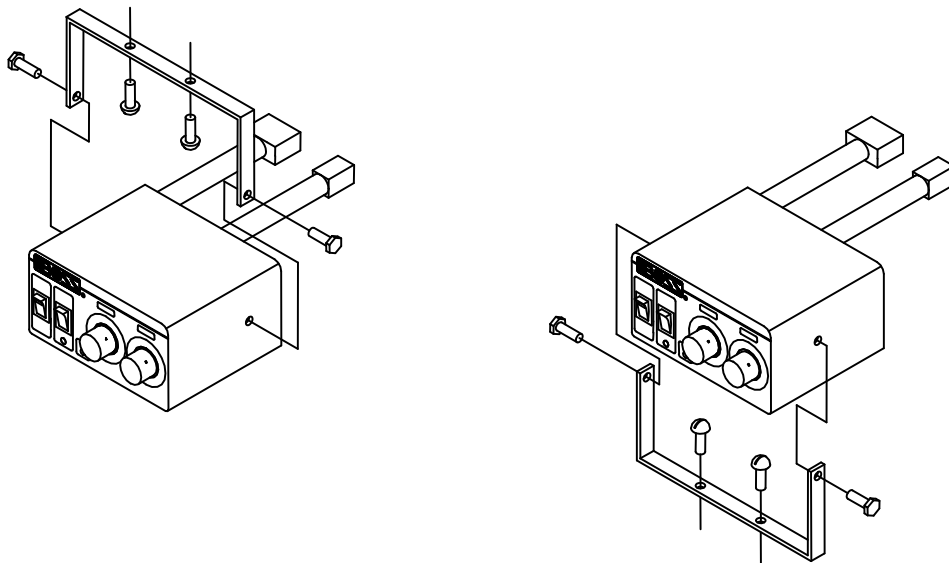

Bild 17. Steuerungs Einbau
2. Die Steuerung kann entweder unter oder über der Halterung befestigt werden. Siehe Bild 17. Wählen Sie die Position so aus, dass Sie weder die Sicht noch die Bedienung des Fahrzeuges einschränkt. NICHT an Stellen befestigen, die im Falle eines Unfalls von den Insassen berührt werden können.